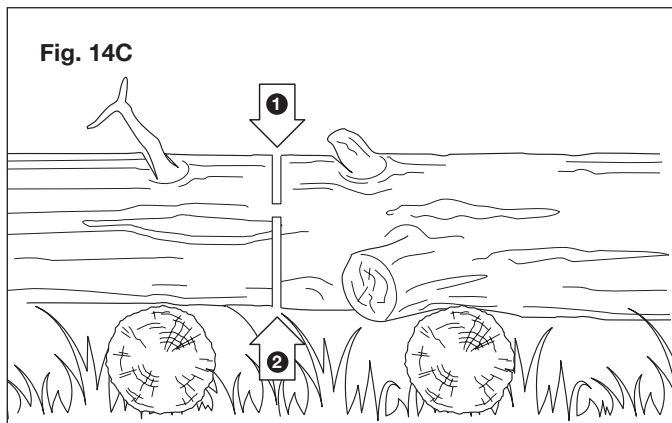

Fig. 14C
- Lorsque la grume est soutenue aux deux extrémités (Fig. 14C), pratiquez une entaille sur 1/3 du diamètre depuis le dessus (ébranche par dessus). Tronçonnez ensuite par le dessous sur les 2/3 restants en faisant coïncider les deux traits de scie.